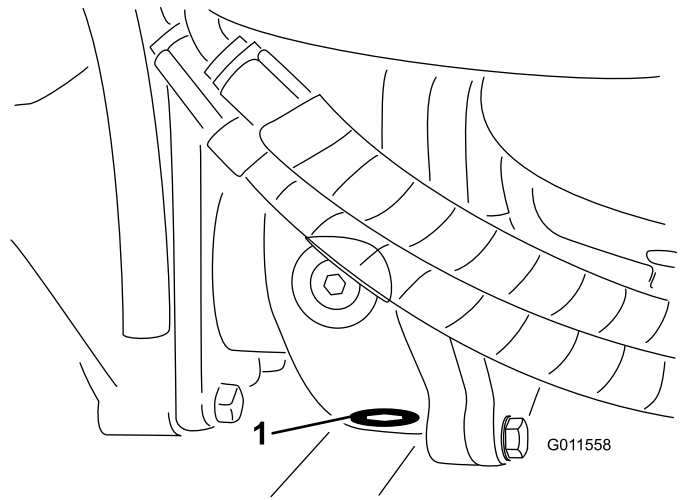

Bild 109
5. Reinigen Sie den Bereich um die Ablassschraube an der Unterseite des Getriebes (Bild 109).